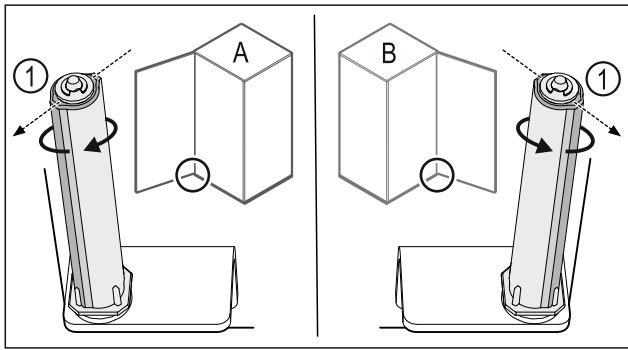

Fig. 43 Butée à gauche (A) / butée à droite (B)
- ▶ Tourner le système de fermeture contre la résistance jusqu'à ce que son arête Fig. 43 (1) pointe vers l'extérieur.